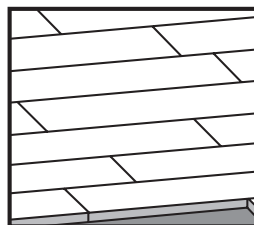

FIGURE 1.1 (CORRECTE)
ÉTAPE 8: Évitez ce que l'industrie appelle les « amas » en décalant adéquatement les joints d'about. Par exemple, pour une latte de 3 3/4 po de largeur, le joint d'about de la rangée suivante ne doit pas être plus rapproché que 6 1/2 po. Si cela n'est pas possible, variez les longueurs des lattes disponibles. L'utilisation d'un bloc de tapement est recommandée. Assurez-vous qu'il y ait environ 1 à 2 po de distance entre les joints d'about et les extrémités de chaque latte. Voir figures 1.1 et 1.2.